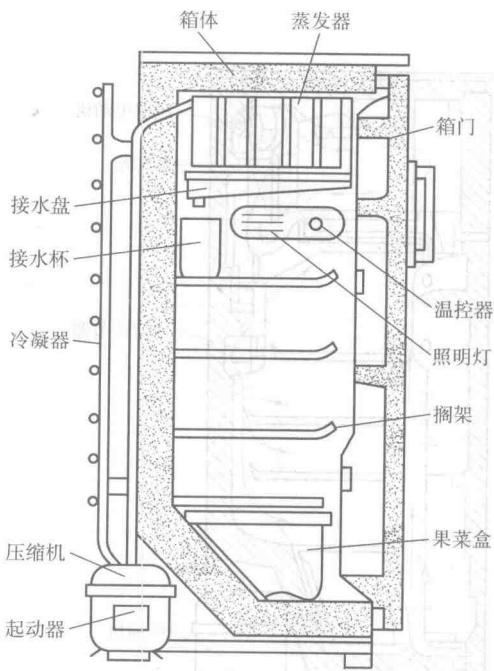
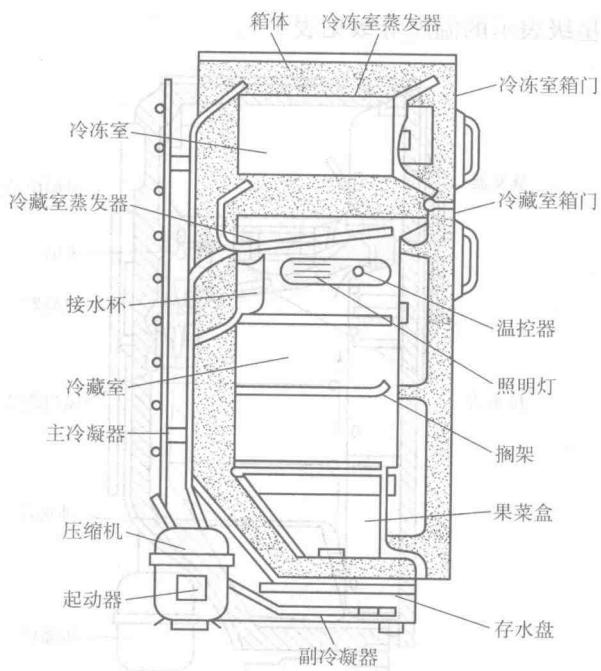

图 1-5 单门直冷式电冰箱
图 1-6 双门直冷式电冰箱
(1) 直冷式电冰箱 直冷式电冰箱又称有霜式电冰箱，如图 1-5 和图 1-6 所示。